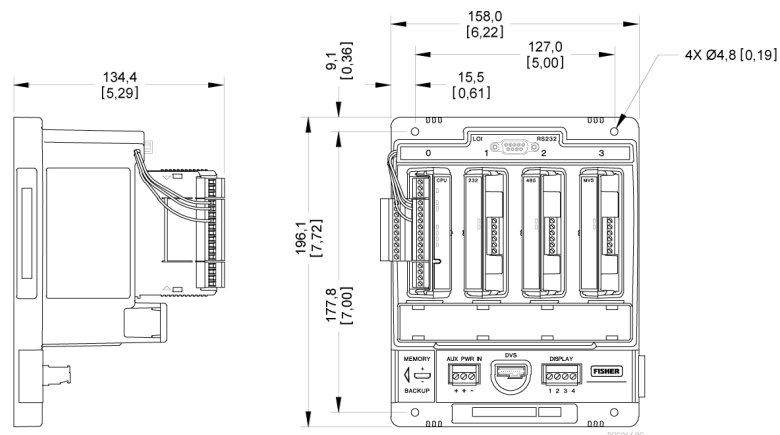

Abbildung 2. Abmessungen des FB107
- **Nur Haupteinheit.** Haupteinheit wie gewünscht auf der Gehäusemontageplatte positionieren und unter Verwendung des FB107 als Schablone die Montagebohrungen auf der Platte ermitteln. Abmessungen des FB107 siehe *Abbildung 2*. Montagebohrungen mit einem Gewindebohrer 8-32 UNC in der Platte anbringen. Den FB107 auf die Gewindebohrungen setzen und mit den vier mitgelieferten 8-32 UNC-Schrauben (25 mm/ 1,00 in. lang) befestigen. Die Schrauben mit einem Drehmoment von etwa 1,1 bis 1,4 Nm anziehen.